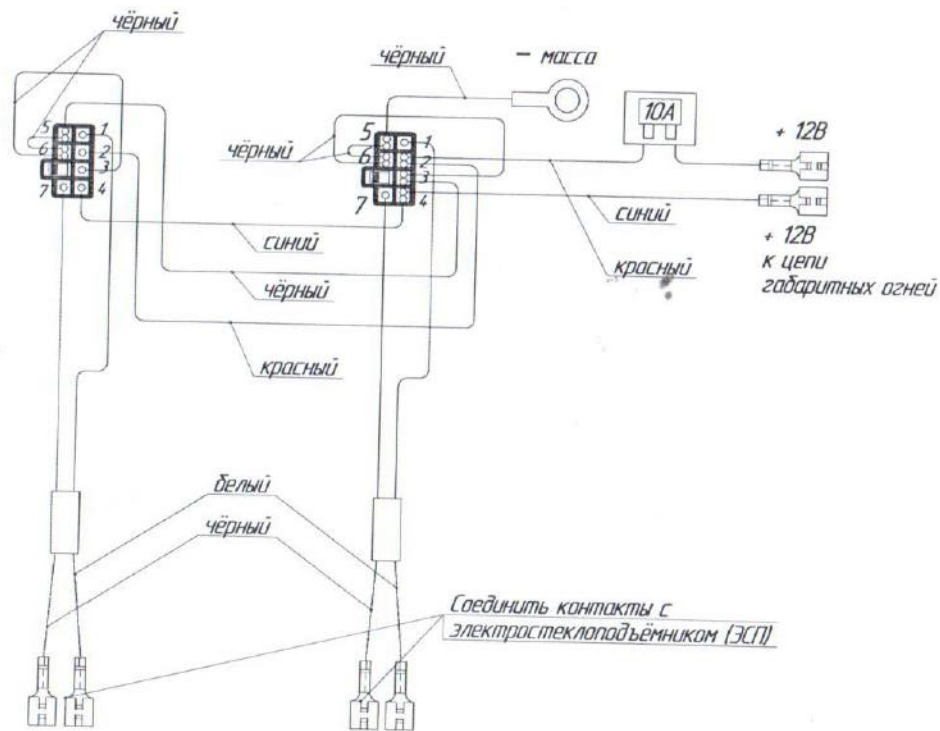

Рис. 3. Схема подключения электростеклоподъемников к бортовой сети автомобиля.
Протянуть двухжильный провод по салону от места расположения переключателей до дверей, затем через стойки в полости дверей. Контакты на другом конце провода соединить с электродвигателем ЭСП (см. рис. 3). При необходимости изменения размеров жгута использовать провода с сечением не менее 0,75 кв. мм.
6.8. Выполнить соединения проводов питания и подсветки в соответствии со схемой подключения ЭСП (см. рис. 3).